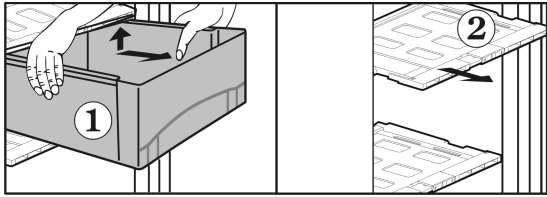

Fig. 16
- ▶ Drag ut lådor Fig. 16 (1) till anslaget.
- ▶ Med uttagen låda, lyft lådlock Fig. 16 (2) med fuktighetsregulator uppåt, drag bort det framåt.